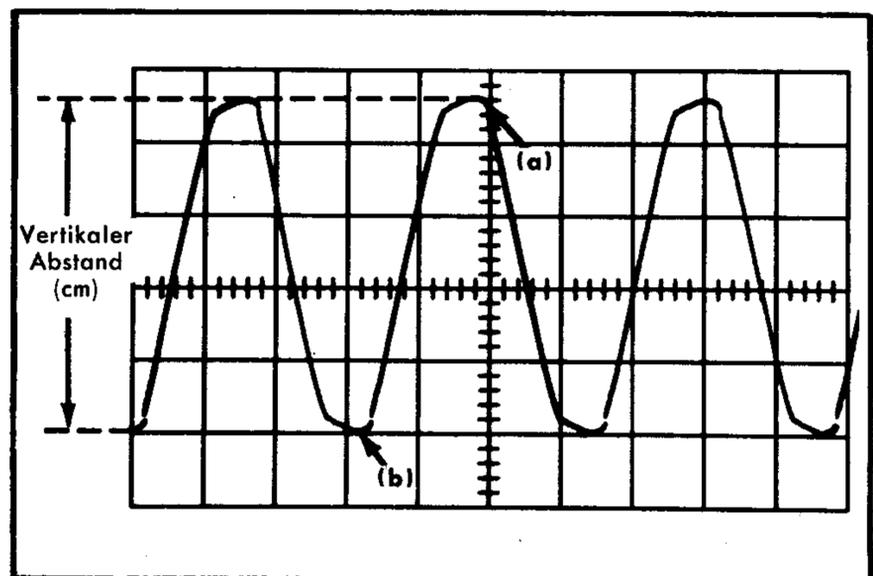

Bild 3-1 Messung des Spitzen-Spitzenwerts einer Signalspannung.
5. Mit dem Lageregler POSITION von Kanal 1 wird die vertikale Lage des Signals so auf dem Schirm eingestellt, daß die Signalamplitude leicht bestimmt werden kann. Die Lage des Signals wird z. B. so eingestellt, daß die negativen Spitzen sich mit einer der untern Rasterlinien decken und eine der positiven Spitzen nahe der vertikalen Mittellinie zu liegen kommt (siehe Bild 3-1).
Bei der Messung von Signalamplituden kann die Strahlbreite einen beachtlichen Teil der gesamten Messung ausmachen. Um Messungen möglichst genau durchzuführen, soll immer von einer Seite der Strahlspur aus gemessen werden (dies gilt besonders bei der Messung kleiner Amplituden). Es ist zu beachten, daß in Bild 3-1 die Punkte (a) und (b) mit der untern Kante der Strahlspur übereinstimmen. Die Messung würde ebenso genau werden, wenn sich die Punkte (a) und (b) an der obern Kante der Bildspur oder in der Mitte der Bildspur befinden würden.